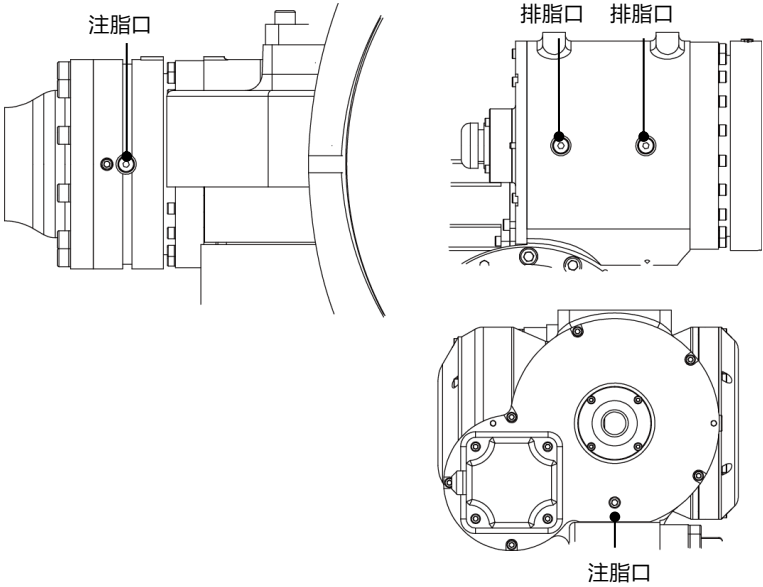

图 10-9 更换 J4 轴齿轮箱及减速器润滑脂
- 步骤3. 卸下注脂口排脂口密封螺钉，如图 10-9 所示。